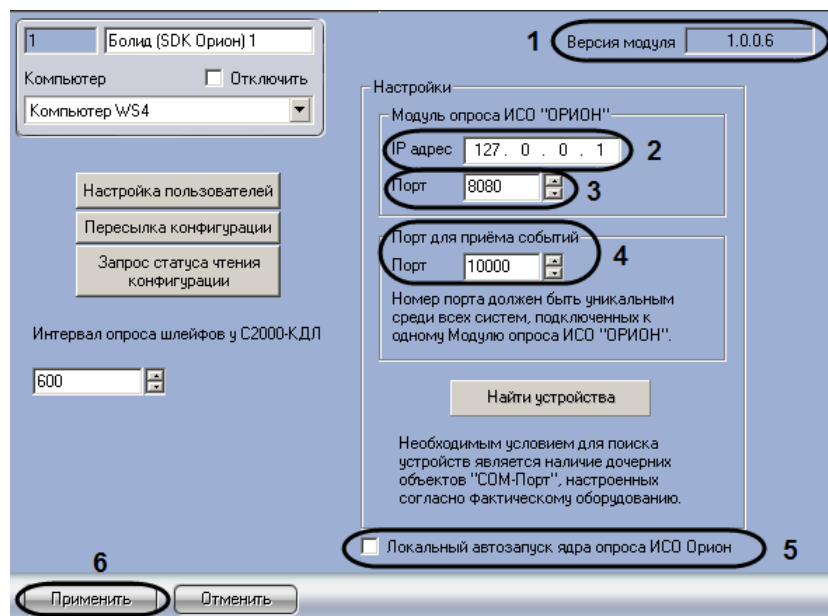

Рис. 3.3—2 Настройка подключения Сервера Интеллект к ядру опроса ИСО Орион
*Примечание. В поле **Версия модуля** отображается текущая версия интерфейсного модуля Орион (см. Рис. 3.3—2, 1).*
2. В поле **IP адрес** ввести сетевой адрес компьютера, где запущено ядро опроса *ИСО Орион* (см. Рис. 3.3—2, 2).